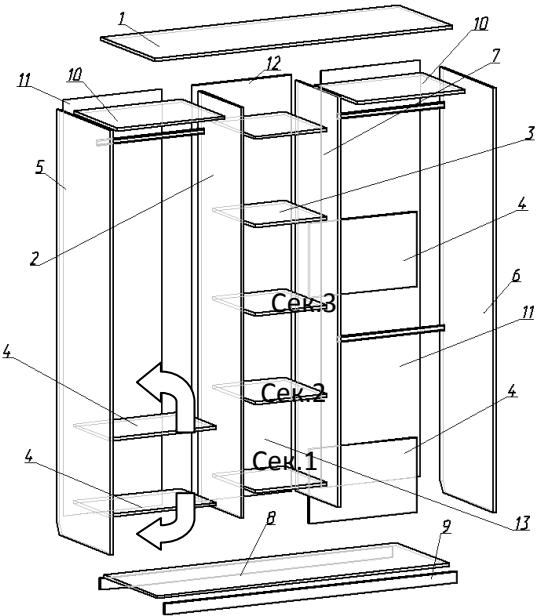

Рис.1 Схема сборки
4. Детали 2,5,6,7 стянуть между собой деталями 1,3,4,8,9,10 с помощью евровинтов 7x50, предварительно досверлив насквозь необходимые отверстия. **ВНИМАНИЕ: При необходимости увеличения внутреннего пространства шкафа детали 4 могут трансформироваться в ребра жесткости (поворот деталей по стрелкам см.Рис.1), для этого имеются дополнительные отверстия.**